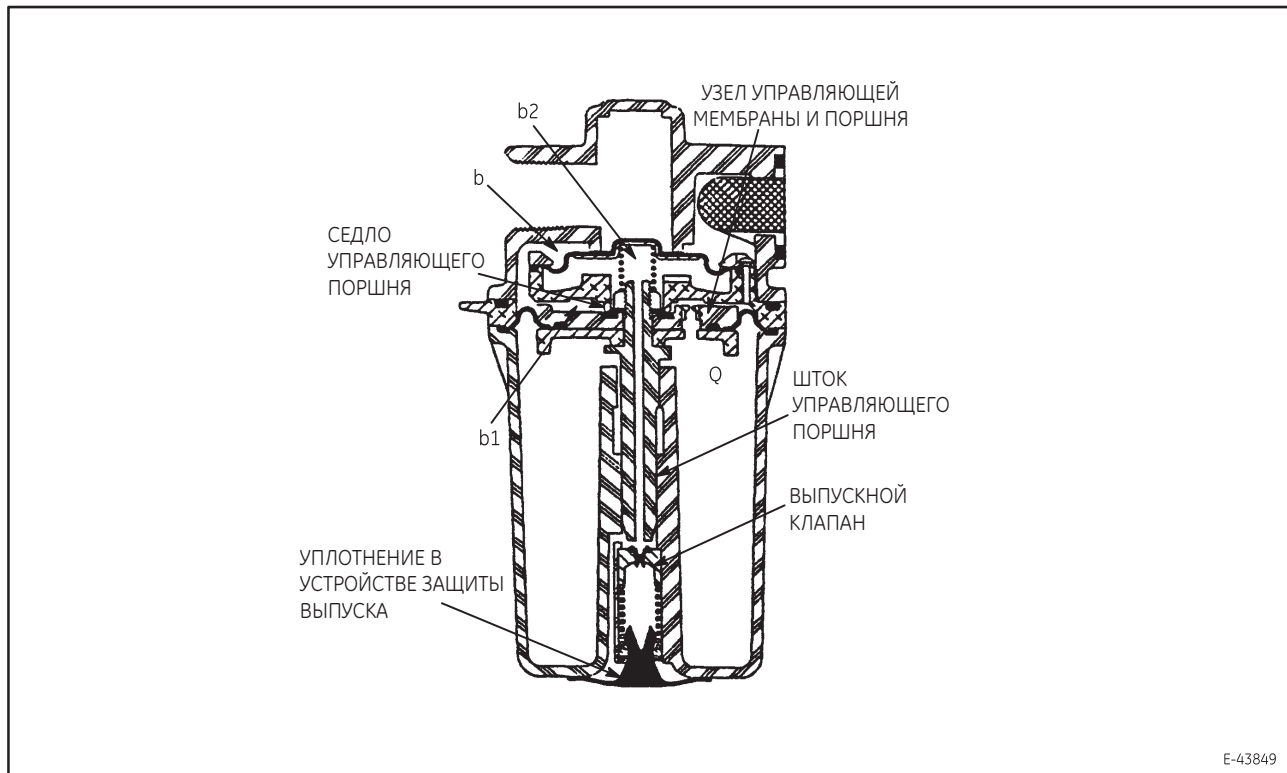
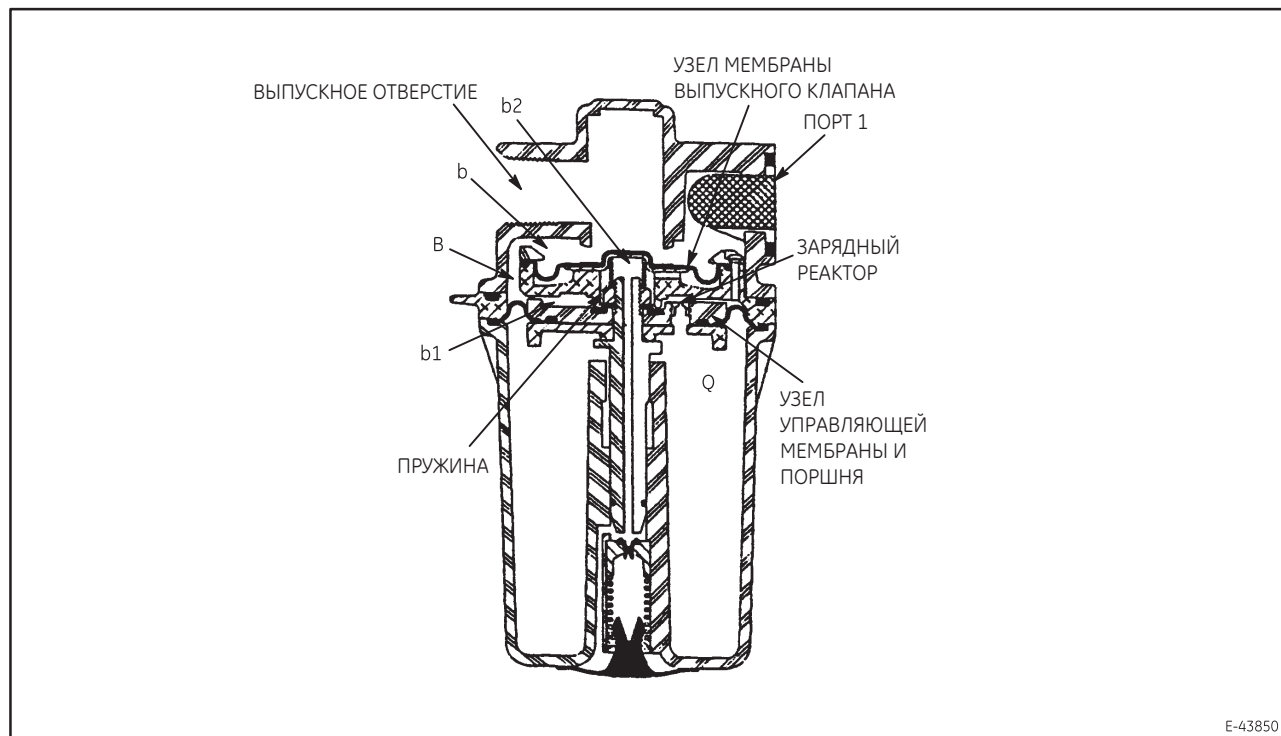

Рис. 7. Схематичное представление узла выпускного клапана VX: Экстренное торможение - первая ступень.
Рис. 8. Схематичное представление узла выпускного клапана VX: Экстренное торможение - вторая ступень.
Узел выпускного клапана VX представляет собой двойной мембранный клапан, который (при надлежащем соблюдении процедур установки и техобслуживания) предназначается для локального выпуска воздуха из тормозной магистрали с большой скоростью в целях содействия распространению состояния экстренного торможения, когда давление в главном трубопроводе тормозной магистрали понижается с экстренной скоростью. Узел выпускного клапана VX характеризуется расширенными возможностями экстренного выпуска воздуха и возможностями длины отгона гидравлического прыжка. Уникальная конструкция мембраны в данном узле избавляет от необходимости применения отдельного выпускного поршня и обеспечивает самопродувку. Работа узла выпускного клапана VX в одном месте (в железнодорожном составе) помогает обеспечивать экстренную скорость понижения давления в тормозной магистрали следующего локомотива или вагона, а действие узла выпускного клапана на каждом следующем локомотиве или вагоне способствует быстрой передаче сигнала экстренного торможения по открытому трубопроводу поездной магистрали (Рис. 7).
**ПРИМЕЧАНИЕ.** Если не указано иное, то все числа/буквы в скобках в этом разделе относятся к Рис. 7 и Рис. 8.
Быстрый сброс давления воздуха из полости (b2) создает перепад давлений на неподпружиненной стороне узла мембраны выпускного клапана, вследствие чего этот узел перемещается из седла и соединяет воздух тормозной магистрали из отверстия (1) и полостей (b) и (b1) с выпускным отверстием (EX). Затем воздух под давлением из камеры управляющего давления (Q) проходит в атмосферу через зарядный дроссель управляющего поршня, полость (b1), канал (B), полость (b) и отверстие (EX). Когда воздух под давлением из камеры управляющего давления (Q) выпускается, узел мембраны выпускного клапана и узел управляющей мембраны и поршня возвращаются в положение выключения под действием усилия пружины сброса (Рис. 8).